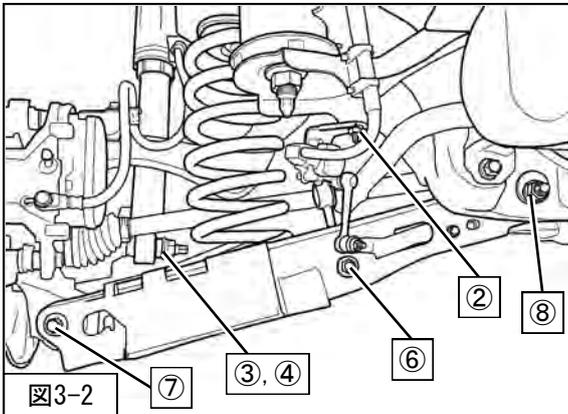
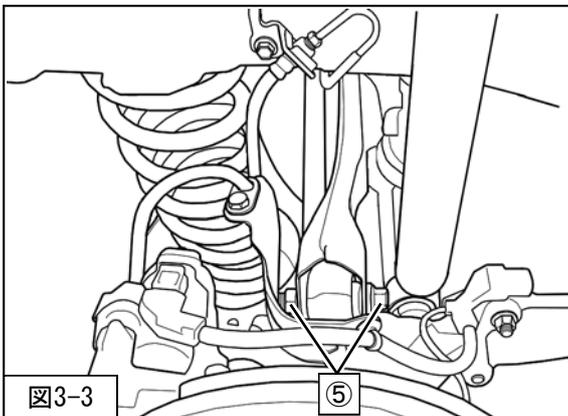

図3-2
図3-3
②ハイトコントロールセンサ取付ナットを取外してください。(図3-2)
5. ③リアショックアブソーバASSYロア取付ナット
④ワッシャ
⑤アッパーアーム取付ボルト・ナットを取外してください。(図3-2・図3-3)
8. ⑥スタビライザリンク取付ナット
⑦ロアアーム取付ボルト・ナットを取外してください。(図3-2)
⑧トーアジャストカムナットを少しゆるめ、ロアアームが動くようにしてください。(図3-2)